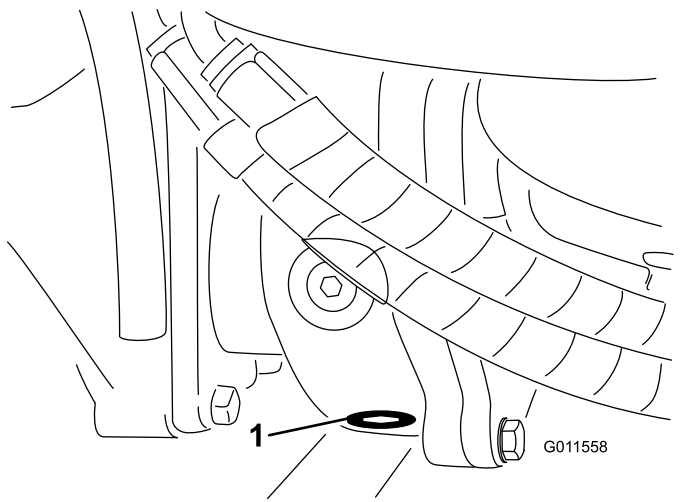

Figura 91
5. Pulite l'area circostante il tappo di spurgo sul fondo della scatola degli ingranaggi (Figura 91).